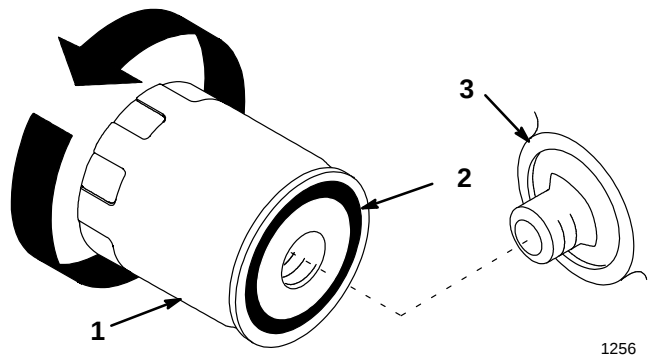

Abbildung 26
2. Den alten Filter entfernen und die Dichtungsfläche des Filteradapters (Abb. 26) abwischen.
3. Eine dünne Schicht neues Öl auf die Gummidichtung am Austauschfilter geben (Abb. 26).
4. Den Austauschölfilter am Filteradapter anbringen. Den Filter im Uhrzeigersinn drehen, bis die Gummidichtung den Filteradapter berührt. Dann den Filter um eine weitere 1/2 Umdrehung festziehen (Abb. 26).